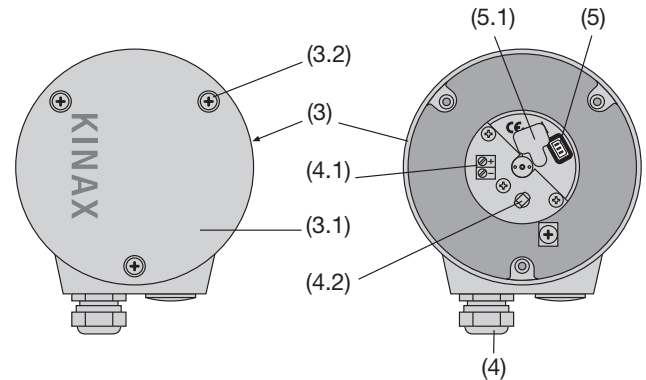

Рис. 4. На задней стороне (3) располагаются клеммы (4.1) и патрубки с сальниками (4). Слева: закрыть крышкой (3.1). Справа: без крышки (3.1).
1. Снять крышку (3.1 на рис. 4). После стирания резинового покрытия (5.1) станет доступен разъем для программирования (5) (см. раздел 8.1 «Подключение проводов»). Устройство KINAXWT717 необходимо совместить с запрограммированным направлением измерения согласно рис. 3. Запустить ПО конфигурации 2W2. Выполнить конфигурацию устройства (если это необходимо) в соответствии с требуемым диапазоном измерений.